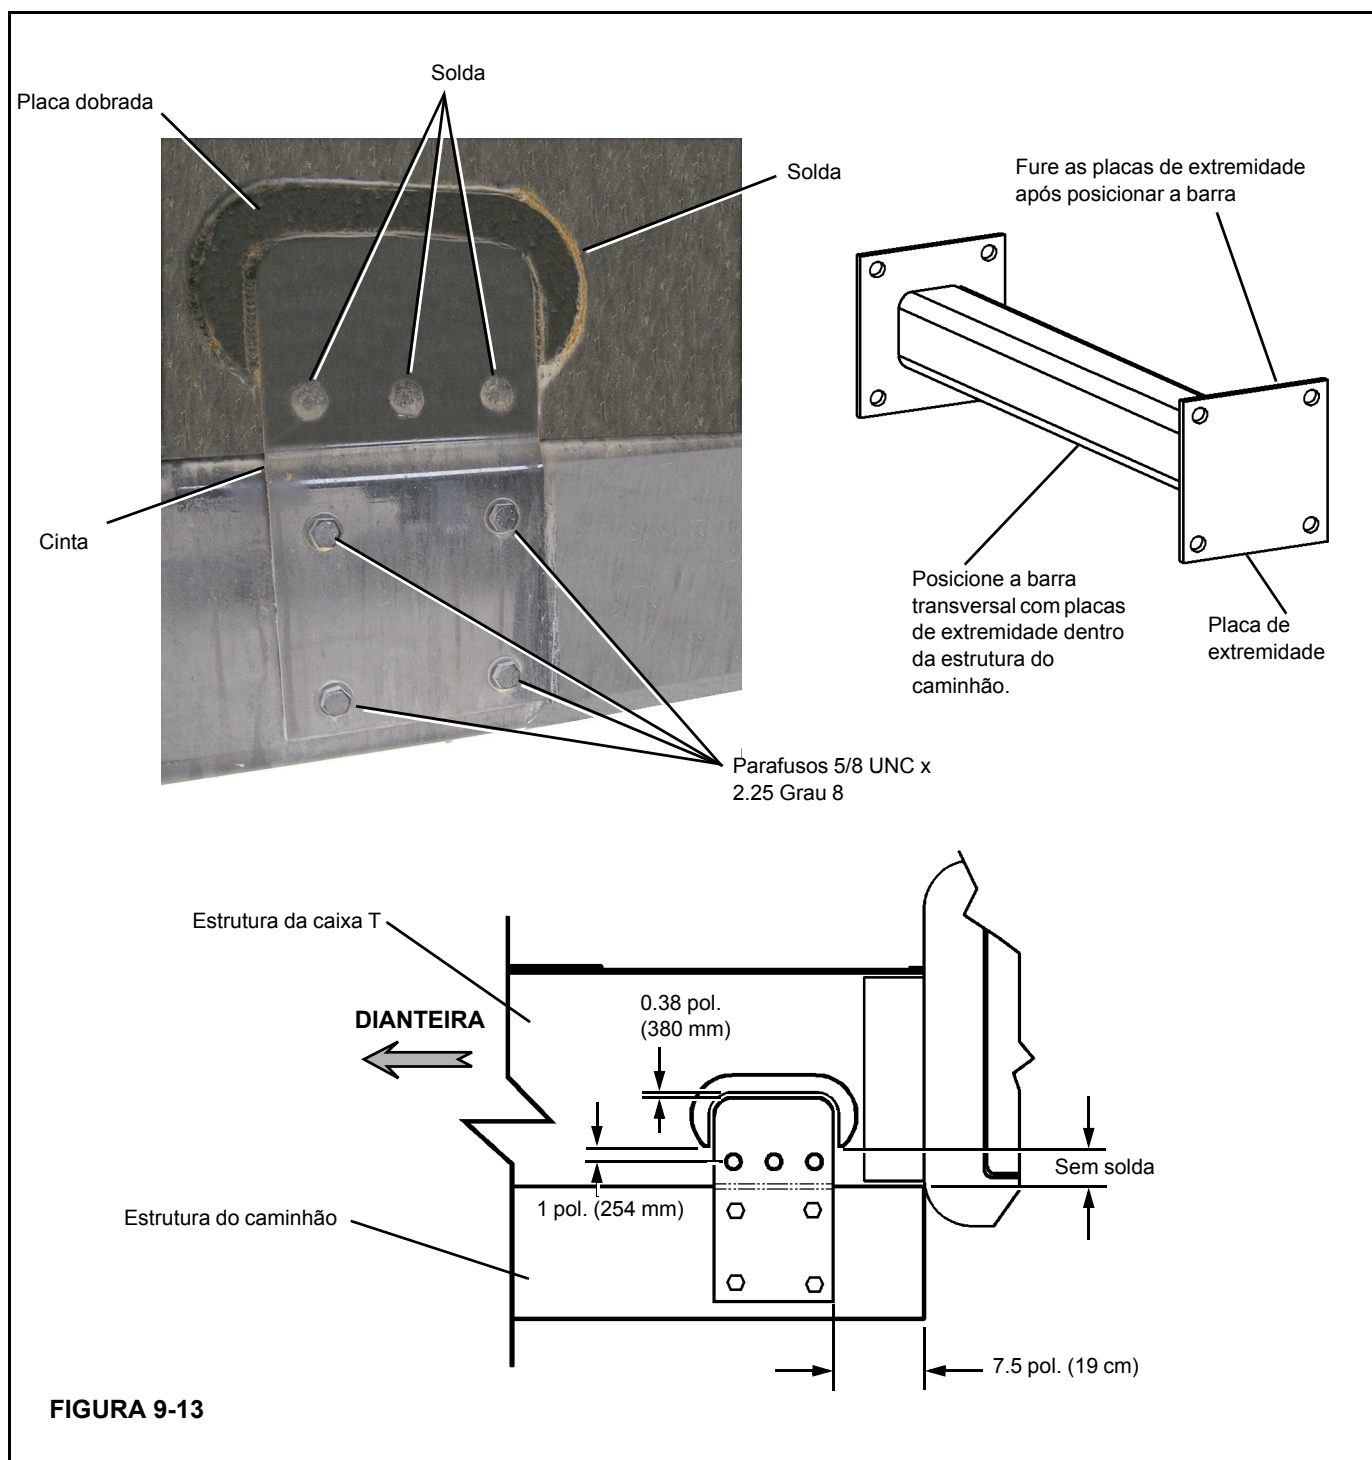

FIGURA 9-13
7. Localize e solde a cinta traseira na estrutura da caixa T (Figura 9-13).
8. Corte a barra transversal para que caiba (Figura 9-13) dentro da estrutura do caminhão com a placa de extremidade.
10. Fixe a barra transversal no lugar e faça quatro furos para parafusos usando a placa de montagem inferior para localizar os furos na barra transversal (Figura 9-13).